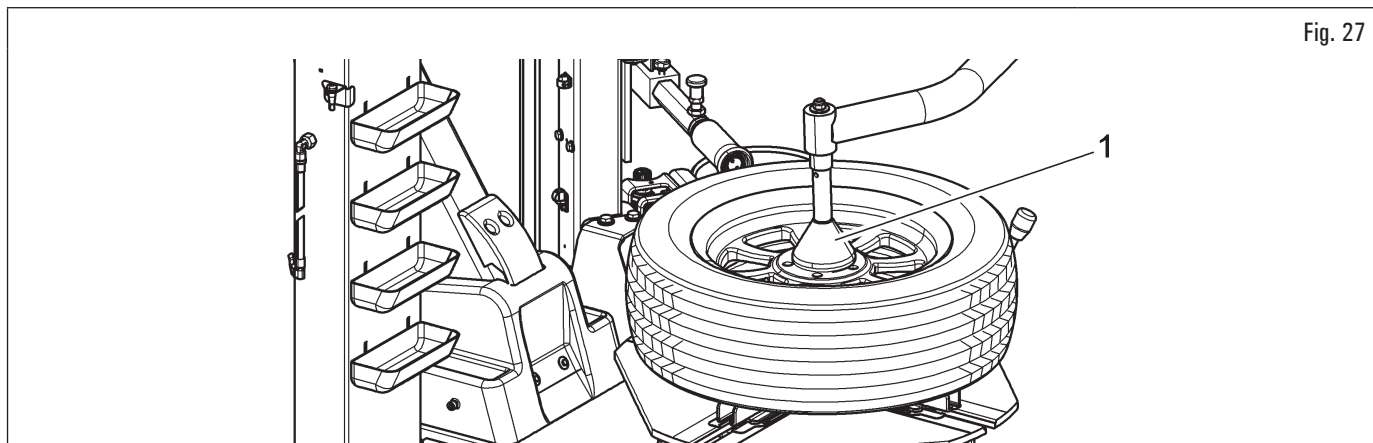

Fig. 27
1. Para facilitar el bloqueo de ruedas duras o con perfil rebajado, el operador puede utilizar el útil presionatalón (Fig. 27 ref. 1) suministrado con el dispositivo;
2. colocar el útil presionatalón (Fig. 27 ref. 1) colocarlo en el centro de la llanta y bajar la llanta hasta las mordazas pueden bloquear la llanta.